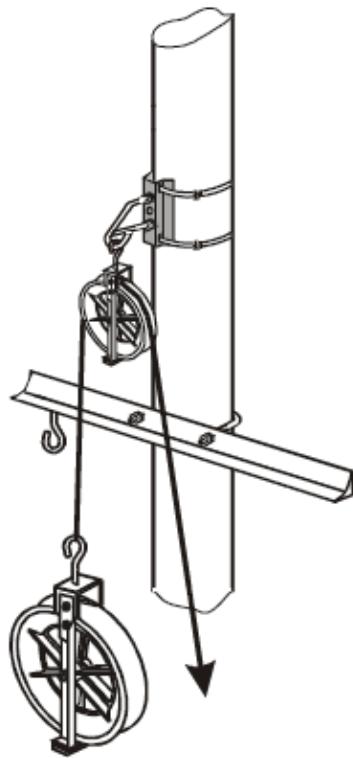
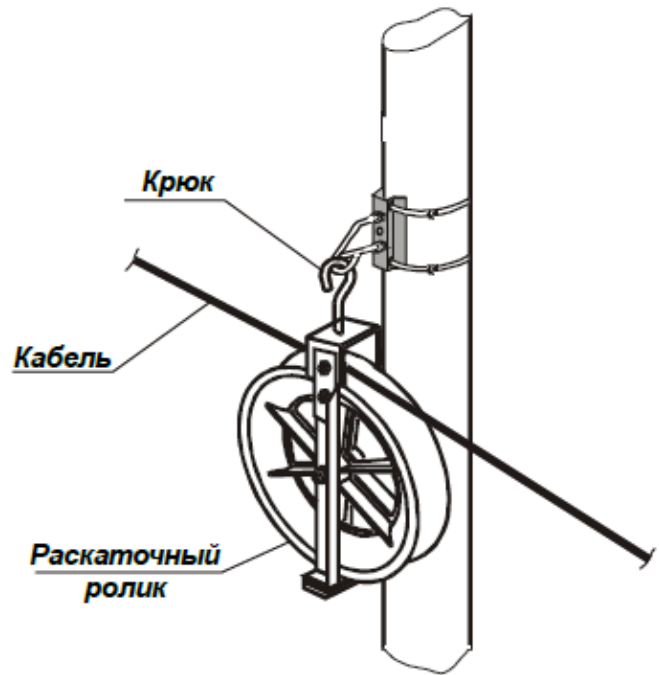

Рис.2.
Рис.3.
5.2. Для подъёма тяжёлых роликов на опоры используются лёгкие ролики и соответствующие этим роликам канаты (рис.2). Ролики крепятся к траверсам (консолям) опор крюком либо проушиной (при необходимости используется сцепная арматура( рис.3).